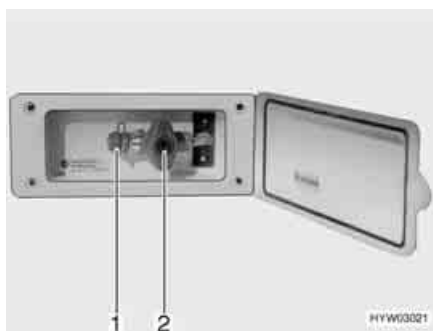

Fig. 123 Presa gas esterna, rubinetto di arresto del gas chiuso
La presa gas esterna si trova (Fig. 123) sul lato anteriore destro vicino al vano portabombole.
- Collegare l'apparecchio a gas esterno all'attacco (Fig. 123,1).
- Aprire il rubinetto di arresto del gas (Fig. 123,2).